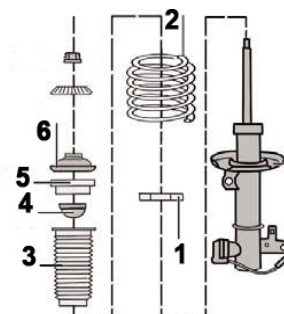

Fig. 7 :
1. **Fig. 7** Insérer la jambe de force dans un dispositif de support approprié et fixer le tendeur de ressort.
4. **Fig. 7** Mettre en place le ressort d'essieu d'origine avec les composants (1 - 6).